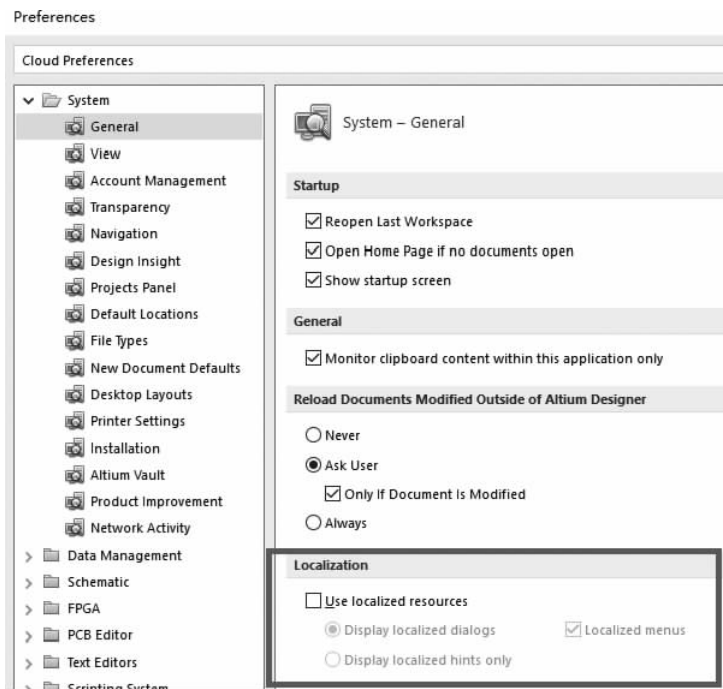

图 1-15 Altium Designer 16 本地化语言选择
(2) 在如图 1-15 所示的“Preferences”对话框中, 选中“Localization”(本地化)中的“Use localized resources”(使用本地化资源)复选框。